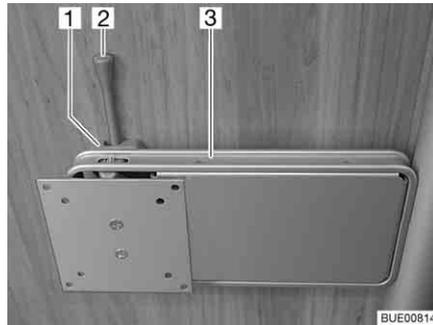

Fig. 71 Support sur colonne
- Pousser le levier de déverrouillage (Fig. 71,2) sur le côté et pivoter le support (Fig. 71,3) et l'écran plat pour les amener en position souhaitée.
- Pivoter l'écran plat en sens inverse, jusqu'à ce que le support (Fig. 71,3) s'enclenche dans le verrouillage (Fig. 71,1).